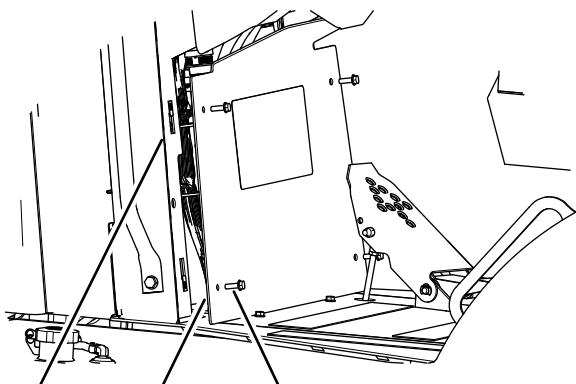

Figura 2
1. Retire los 4 pernos de cabeza hexagonal con arandela prensada ($5/16'' \times 1''$) que sujetan el panel inferior a la consola (Figura 2).
2. Alinee los taladros del panel inferior con las tuercas rápidas de la consola (Figura 2).
3. Sujete el panel a la consola con los 4 pernos de cabeza hexagonal con arandela prensada (Figura 2).